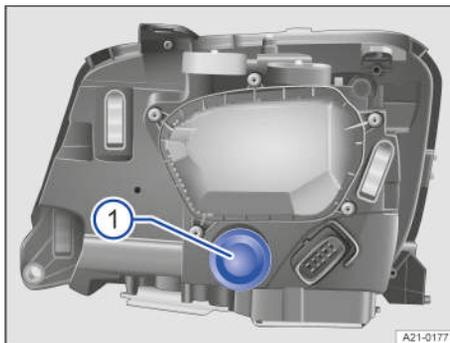

Fig. 145 En el vano motor: tapa en el faro de xenón.
- Retire la tapa de goma de la parte posterior del faro → fig. 145 ①.
- Coloque la tapa de goma en la parte posterior del faro → fig. 145 ①.